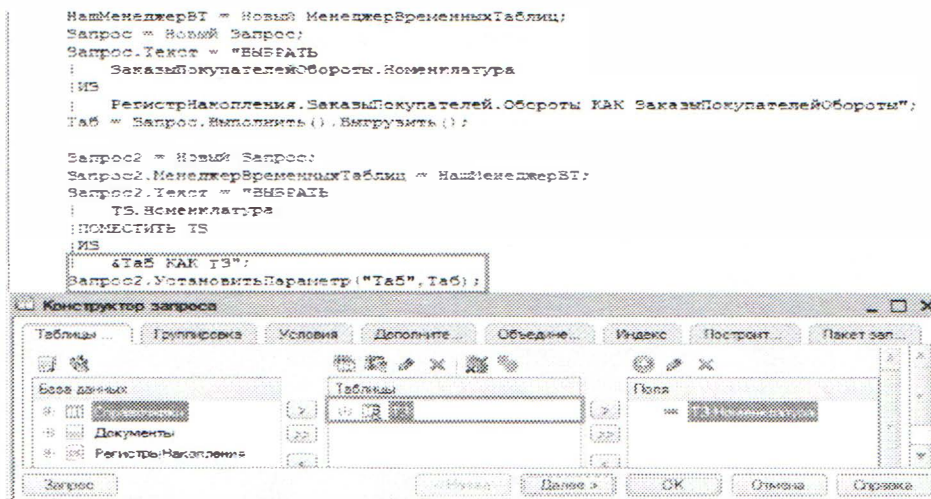

Рисунок 319
1. Используем временную таблицу «ТЗ» как параметр, добавив символ «&» и определив значение параметра методом «УстановитьПараметр()» (Рисунок 319).